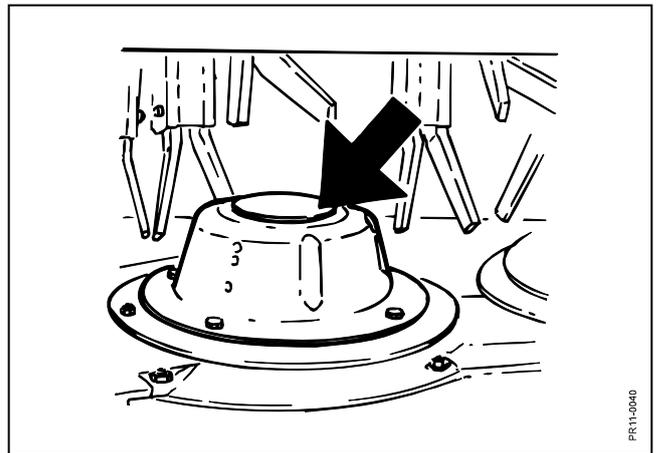

Fig. 5-7
- Fig. 5-7** Die niedrigen Flowzylinder ausrichten oder erneuern, falls sie deformiert sind. 2-3 Mal pro Saison abmontieren und von Erde, Staub u.ä. reinigen.